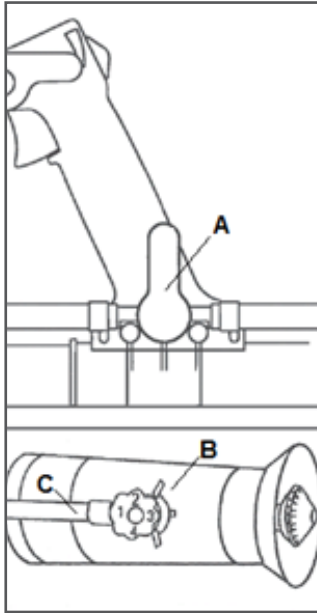

Рис. 11 Настройка дозатора
Запорный кран А (Рис. 11) на рукоятке управления открывает и перекрывает подачу раствора.
- Количество выделяемого раствора может изменяться поворачиванием регулятора В дозатора (Рис. 11) на сопле.
Позиция «1» на регуляторе дозатора это минимальный поток распыляемой жидкости, а «4» - максимальный. Необходимый номер позиции регулятора должен быть установлен напротив шланга сопла С (Рис. 11).